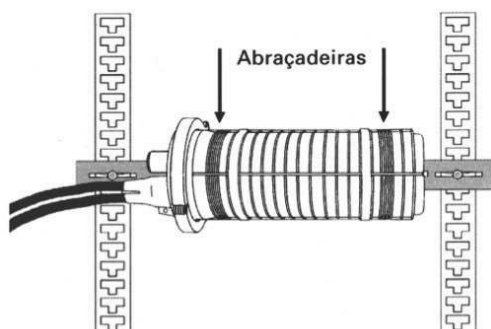

FIG.39
4. Posicione o conjunto FOSC no centro da barra e prenda com as abraçadeiras de aço fornecidas no suporte, na posição indicada. **(FIG.39)**